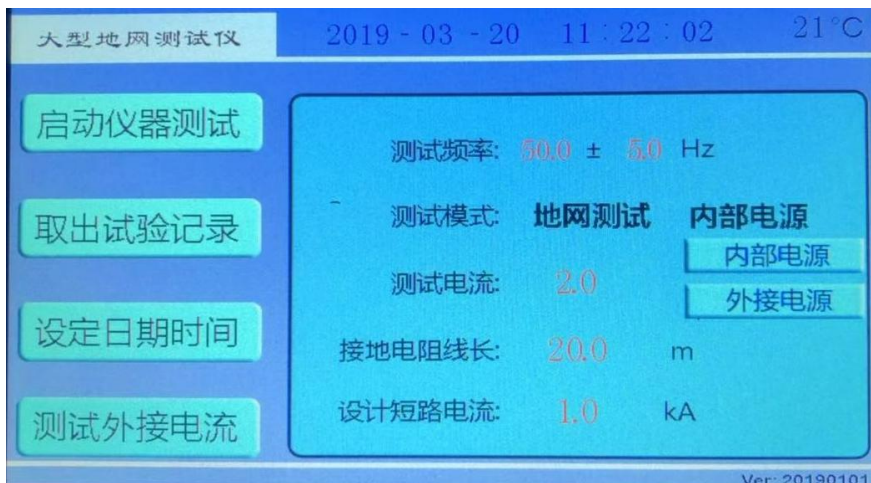

图 7 内外电源选择
3) 内部电源：此处为下拉菜单，可以选择 内部电源，外接电源。（图 7）